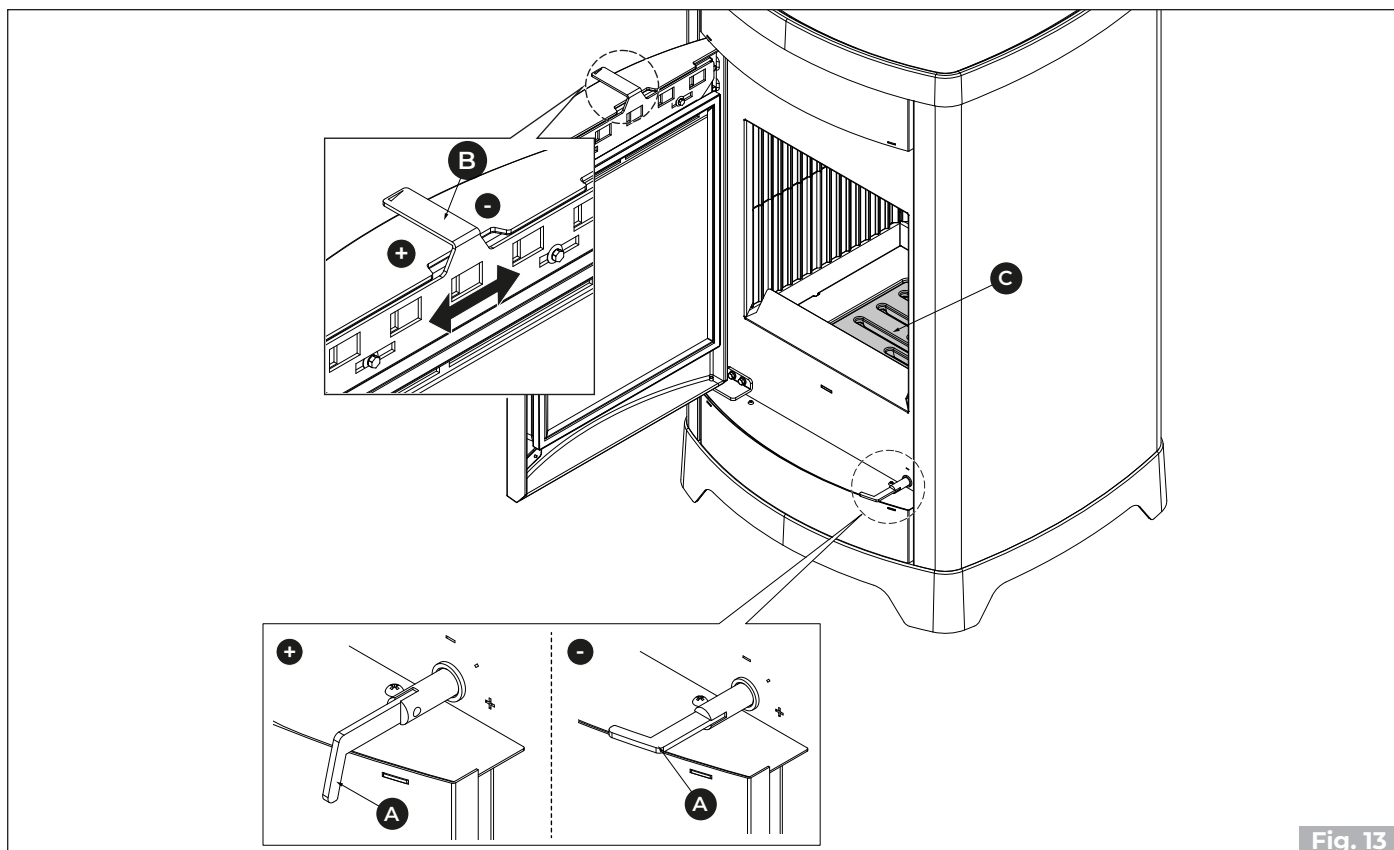

Fig. 13
- S pomoću isporučenih rukavica do kraja otvorite regulator primarnog zraka **(A)** i regulator za čišćenje stakla **(B) (+)** (**Fig. 13**).
Izgaranje se prilagođava regulatorom zraka **(A)** (**Fig. 13**). Ako ga okrenete prema simbolima **(+)** ili **(-)**, dobit će se veći ili manji protok zraka za izgaranje i posljedično brže ili sporije izgaranje.